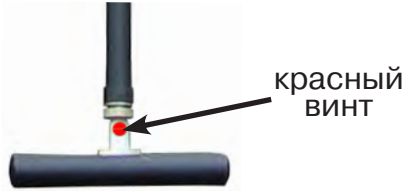

Рис. 6.4
По направлению «стрелки» можно отличить «свой» сигнал от «чужого», поскольку направление тока в «своей» коммуникации противоположно «перенаведенным» токам, протекающим по «чужим» коммуникациям. Направление сигнала - вперед (↑) является условным понятием и «назначается» оператором для данного положения датчика относительно данной трассы, которое фиксируется оператором по метке в виде красного винта (рис. 6.4), расположенной на одной из сторон датчика ЭМД-247.
4. «Назначение» производится нажатием кнопки **f** при расположении датчика точно над «выделенной» коммуникацией, считающейся «своей». После этого указатель направления сигнала приобретает вид (↓). При переходе на «чужую» коммуникацию с другим «направлением сигнала» (или при изменении положения датчика на «обратное») раздастся звук и стрелка покажет «направление сигнала - назад (↓)» (рис. 6.4)